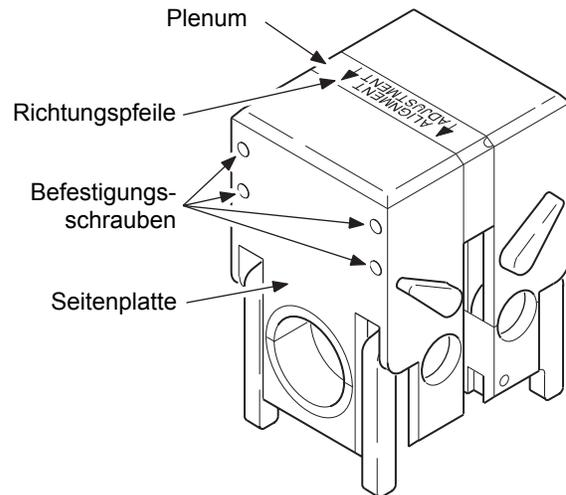

Abbildung 21 Lösen der Seitenplatte
1. Drehen Sie den Vorrichtungsblok um und schauen Sie sich die Unterseite des Plenums an. Beachten Sie die Pfeile auf dem Plenum. Siehe Abbildung 21.
2. Ergreifen Sie die Seitenplatte, auf die die Pfeile weisen. Lösen Sie die vier Halteschrauben der Seitenplatte mit dem beiliegenden Sechskantschlüssel (3/32") so weit, bis sich die Seitenplatte vom Plenum löst. Siehe Abbildung 21.